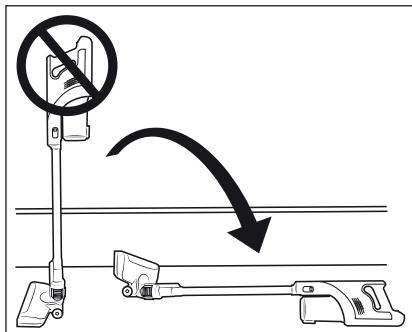

Fig. 9
- ▶ Stil ikke støvsugeren oprejst, hvis du indimellem slukker den eller vil stille den fra dig. Sæt støvsugeren i vægholderen **18**, eller læg den på gulvet (se fig. 9 og 10). Ellers kan støvsugeren vælte på grund af dens høje tyngdepunkt og blive beskadiget og i uheldige tilfælde ødelægge andre genstande.